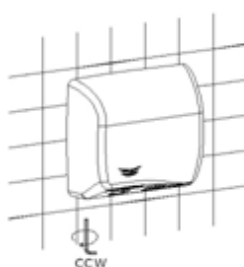

Рисунок 10
6. ПОВОРНУТЬ ВИНТЫ ПРОТИВ ЧАСОВОЙ СРЕЛКИ (CCW) С ПОМОЩЬЮ ПРИЛАГАЕМОГО СПЕЦИАЛЬНОГО ГАЕЧНОГО КЛЮЧА (СМОТРИТЕ РИС. 10).